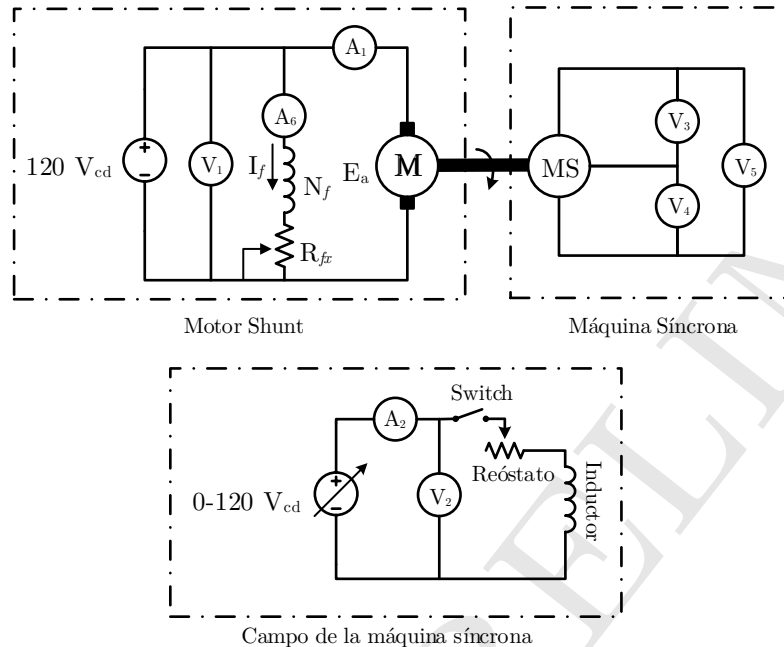

Figura 1: Prueba de circuito abierto.
- 1) Armar el circuito mostrado en la Figura 1. Dejar abiertas las terminales de la armadura de la máquina síncrona la cual está conectada en estrella.